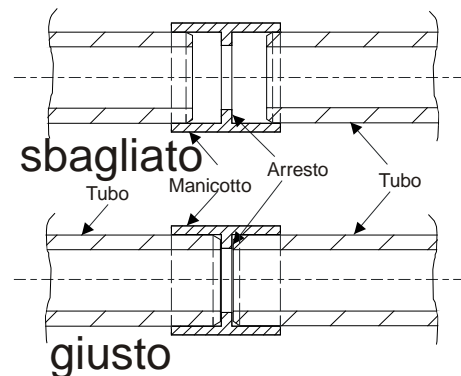

Fig. 7 Assemblaggio dei tubi
- I singoli spezzoni di tubo vengono collegati mediante raccordi. A seconda del materiale della tubazione utilizzata, si usa il procedimento adesivo secondo il cap. 2.5.2 o 2.5.3, oppure la pressatura secondo il cap. 2.5.4. I tubi vanno spinti nei raccordi fino all'arresto, **Fig. 7**.